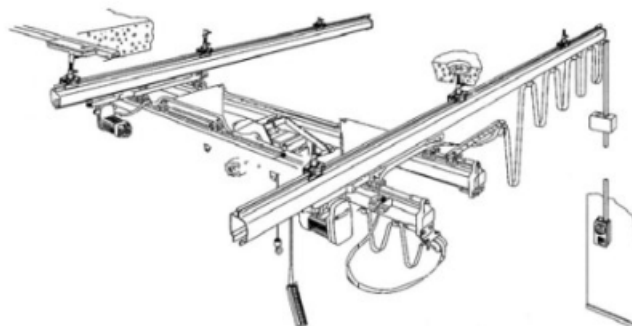

图 8
1) 柔性双梁悬挂起重机的安装 (参见图 8、9、10、11、12)